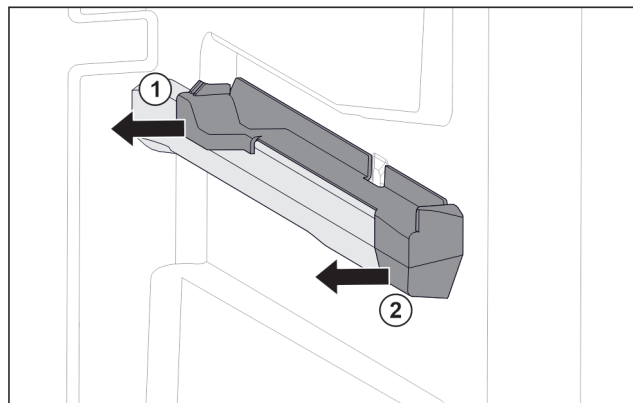

Fig. 43 Nasazovací díl na pravém žebrování na nádoby
- Stáhněte nasazovací díl vzadu na stranu. Fig. 43 (1)
- Stáhněte nasazovací díl vpředu na stranu. Fig. 43 (2)